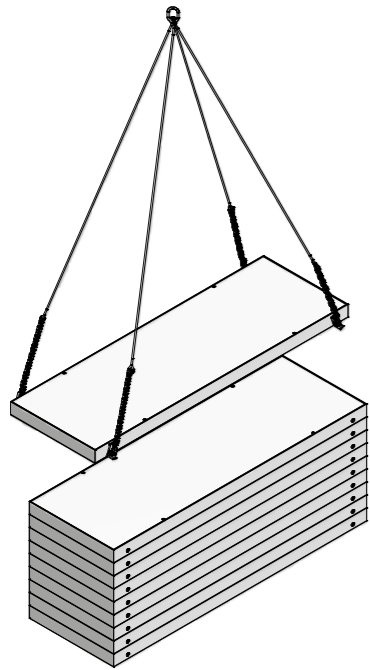

Fig. 7
- Utilisez toujours quatre clés de manutention et fixez-les symétriquement sur le même panneau (Fig. 7).